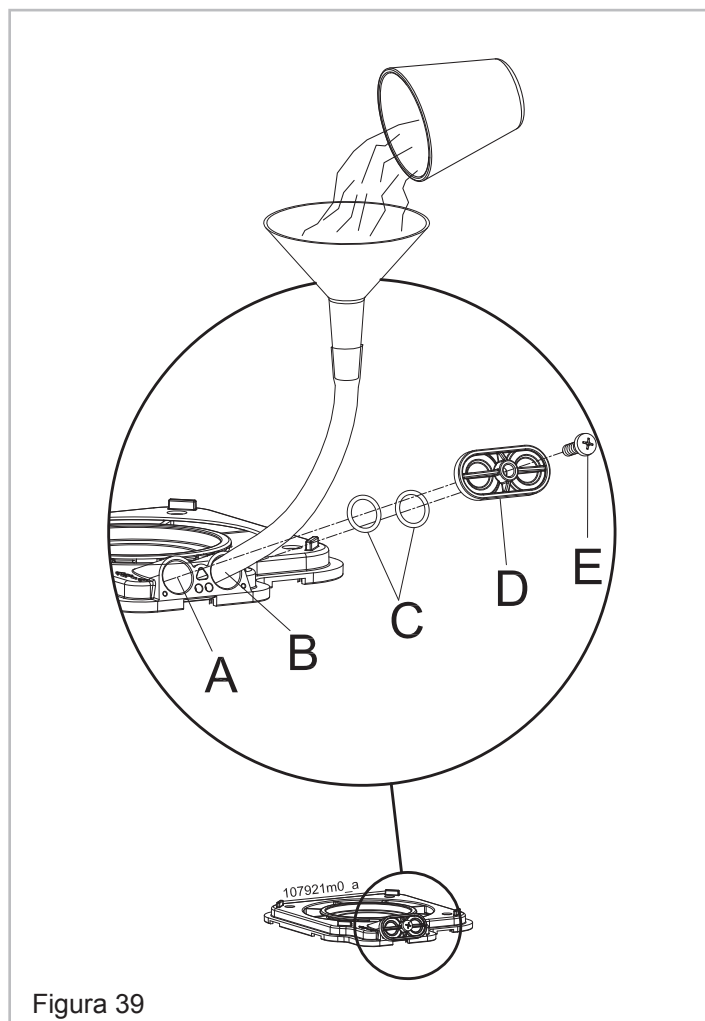

Figura 39
1. - Quando non è diversamente specificato fare riferimento a Figura 39;